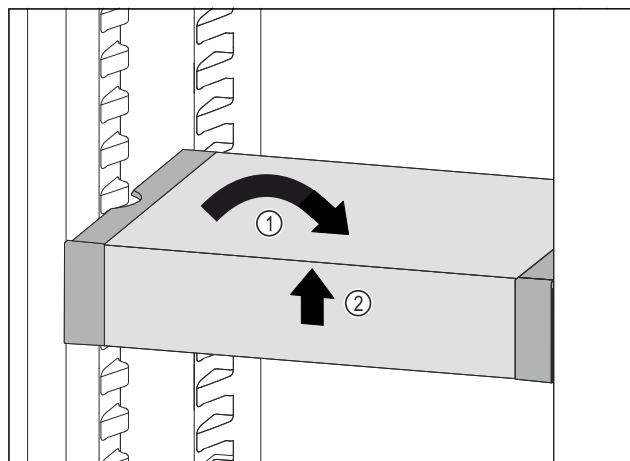

Fig. 110
- Predal VarioSafe postavite ravno. Fig. 110 (1)
- Predal VarioSafe dvignite spredaj. Fig. 110 (2)